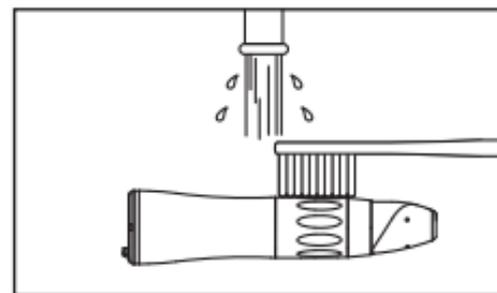

Fig. 13
- 1 Nettoyez les surfaces externes de la pièce à main avec une brosse à dents à poils souples pendant 15 secondes ou plus. (Fig. 13)